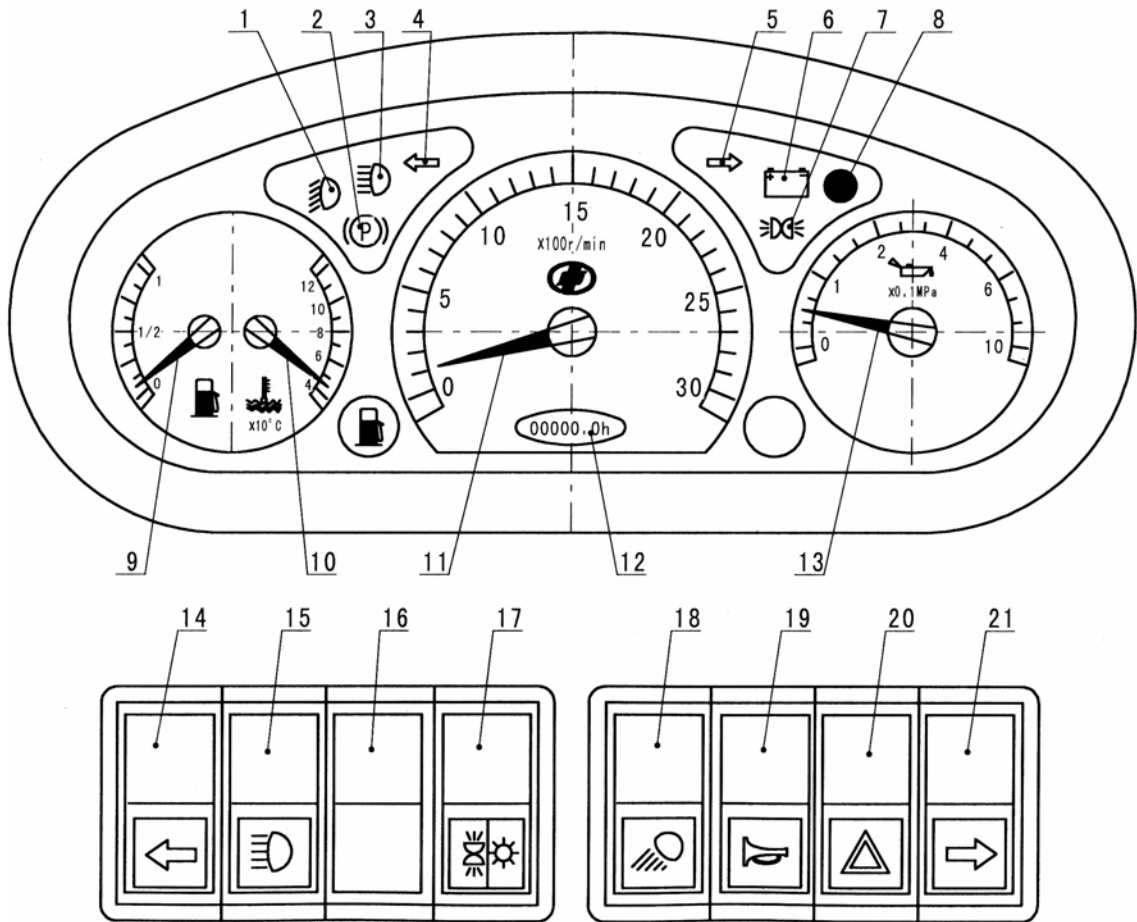

Fig. 6-38 Medidores e interruptores combinados
La Fig. 6-38 muestra los medidores e interruptores con los que están equipados los tractores de la serie JINMA-24E, incluyendo el indicador de luces de cruce (1), el indicador de freno (2), el indicador de luces de carretera (3), el indicador de giro a la izquierda (4), el indicador de giro a la derecha (5), el indicador de carga (6), el indicador de posición (7) y la alimentación.
(8), indicador de nivel de combustible (9), indicador de temperatura del agua (10), cuentarrevoluciones (11), Cuentahoras (12), Indicador de presión de aceite (13), Interruptor de giro a la izquierda (14), Interruptor de luz delantera (15), Repuesto (16), Interruptor principal de luces (17), Interruptor de luz trasera (18), Interruptor de bocina (19), Interruptor de luces de emergencia (20), Interruptor de giro a la derecha (21).